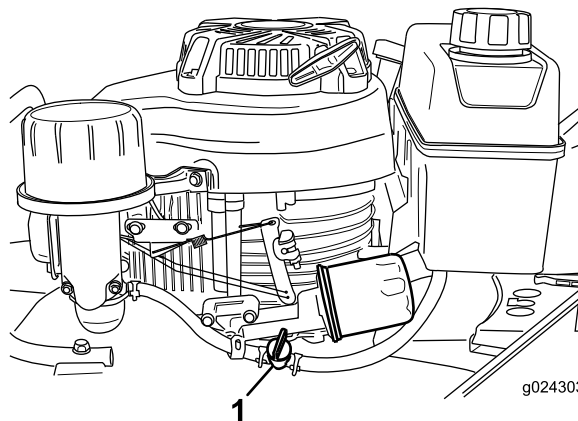

Figura 13
2. Abra la válvula de combustible (Figura 13).
Nota: Cierre la válvula de combustible (Figura 13) a menos que vaya a volver a arrancar el motor en breve.